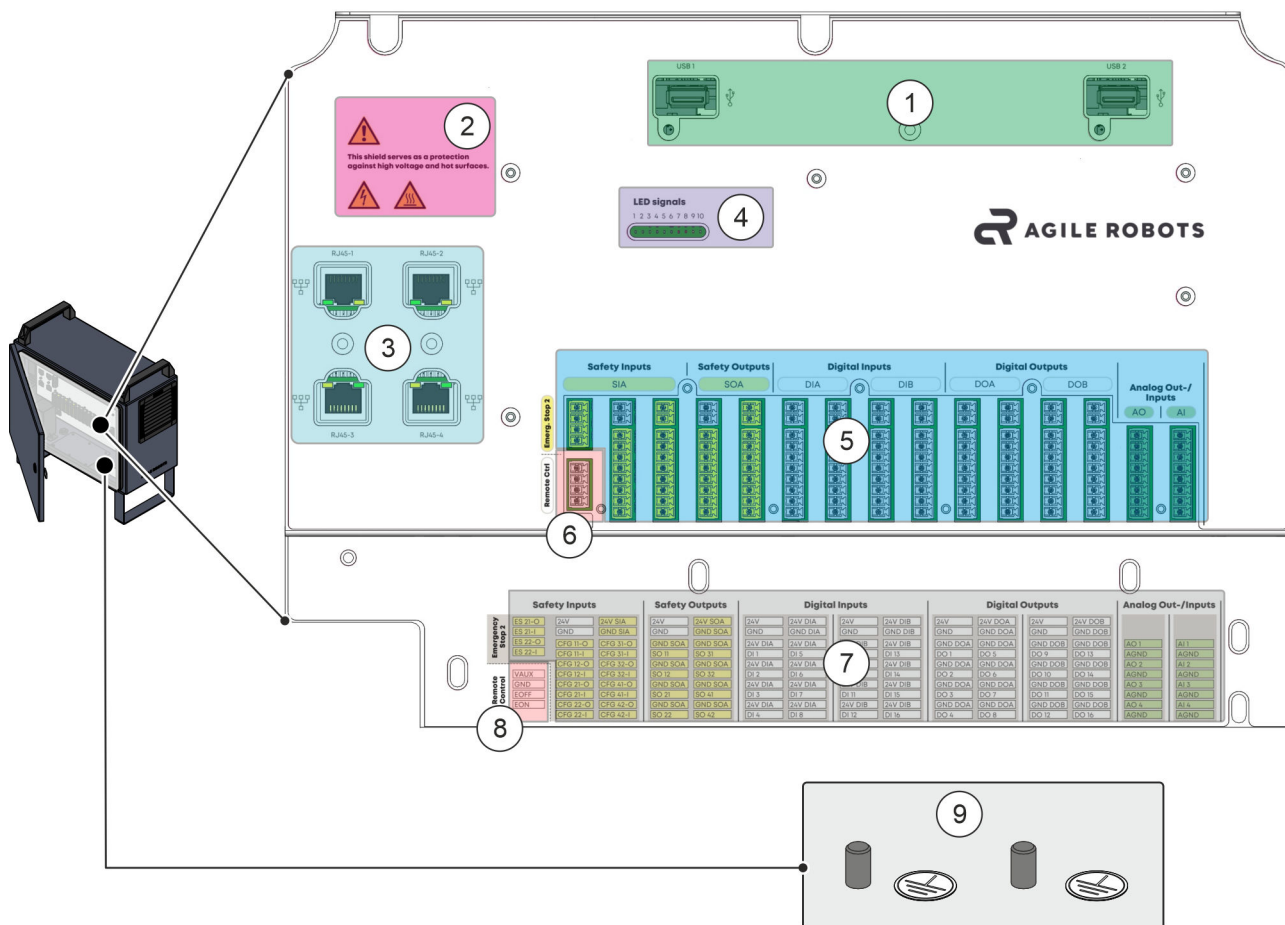

Abb. 16 Übersicht geöffnete Robotersteuerung
- ① USB-Anschlüsse
- ② Warnschilder
- ③ Ethernet-Anschlussbuchsen
- ④ LED-Signalleuchten
- ⑤ E/A-Schnittstellen
- ⑥ Schnittstelle Remote Control
- ⑦ Beschriftung der E/A-Schnittstellen
- ⑧ Beschriftung Schnittstelle Remote Control
- ⑨ Schutzleiteranschlussstellen
Durch Öffnen der Tür an der Robotersteuerung erhält der Systemintegrator oder die Elektrofachkraft Zugang zu den elektrischen Ein- und Ausgabeschnittstellen (im Folgenden: E/A-Schnittstellen) der Roboter-einheit **Abb. 16** /⑤.
Neben den E/A-Schnittstellen enthält die Robotersteuerung weitere Ports wie USB- und Ethernet-Anschlüsse Abb. 16/① + ③, die zusätzliche Verbindungen zu externen Geräten ermöglichen.
In der Robotersteuerung sind zudem Warnschilder Abb. 16/② und LED-Signalleuchten Abb. 16/④ angebracht.